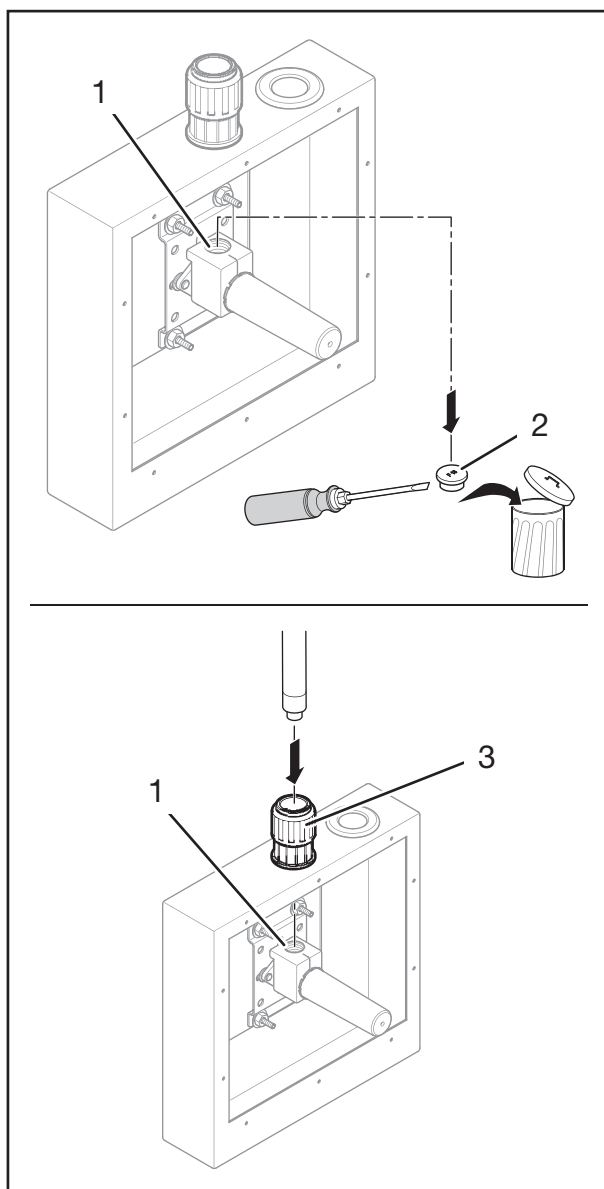

Fig. 7: Kombinerad vatteninstallation
1. Ta bort tätningspluggen (fig. 7/2) från produktens anslutning (fig. 7/1) med hjälp av en spårskruvmejsel.
2. Dra media- och skyddsroret genom genomföringen i inbyggnadslådan (fig. 7/3).
3. Anslut mediasroret till produkten (fig. 7/1) enligt rör- och kopplingstillverkarens anvisningar.
4. Dra åt skruvkopplingen på skyddsroret genomföringen på inbyggnadslådan (fig. 7/3) enligt Joramarks monteringsanvisning.